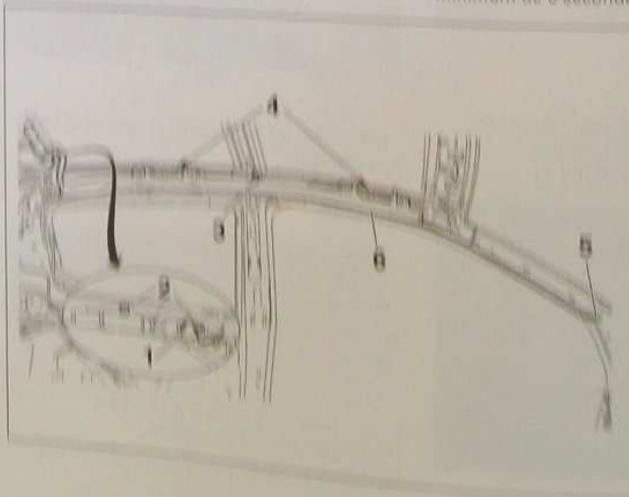

FIG. 10
- Déconnecter le connecteur (1) et déposer les vis (2) (fig. 10).
- Déposer la vis (3), décliper les entretoises (4), extraire la sangle (5) de son logement et déposer l'airbag (6).